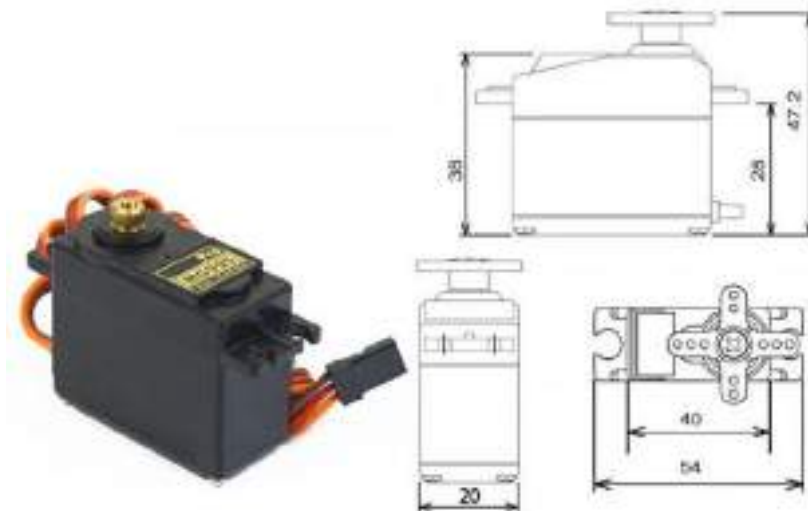

Рис. 1. Сервопривод
- размеры сервоприводов (Рис. 1.)